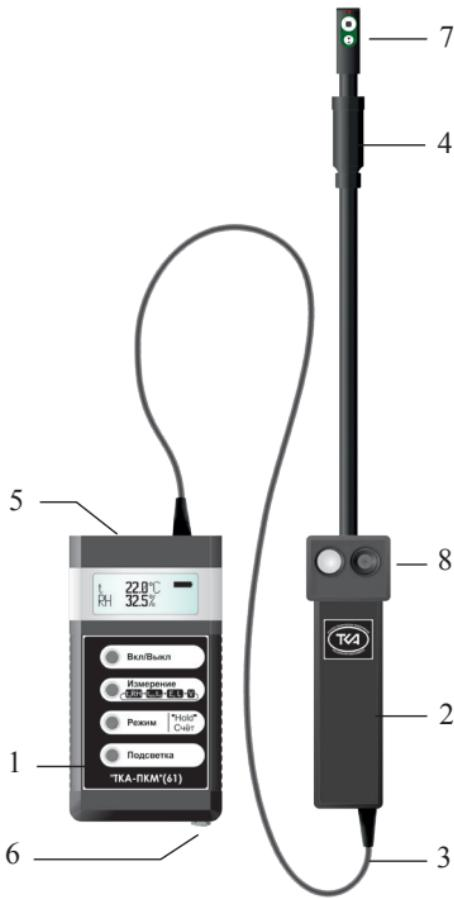

Рис.1 Внешний вид прибора “ТКА-ПКМ”(61)
5.1 Приборы комбинированные выпускаются в компактном портативном исполнении. Конструктивно прибор состоит из двух функциональных блоков: измерительной головки (ИГ) и блока обработки информации (БОИ), связанных между собой гибким многожильным кабелем (Рис.1).
Для связи с ПК в приборе установлен разъём USB (дополнительно RS232) (5, на Рис.1).
6.2.1.1 Включите прибор. Перед началом работы убедитесь в работоспособности элемента питания (аккумулятора). Если после включения прибора на дисплее появится надпись “РАЗРЯД БАТАРЕИ!”, нужно зарядить аккумулятор, для чего следует подключить к прибору через разъём на корпусе (6, Рис.1) зарядное устройство и вставить его в сеть. Прибор необходимо выключить. Время заряда ~ 16 часов. Превышение времени заряда (до нескольких суток) не приводит к ухудшению работоспособности аккумулятора.